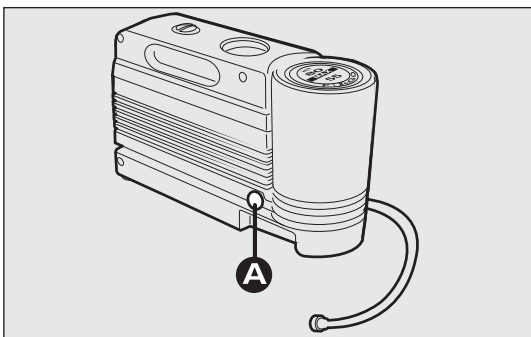

fig. 177
- pousser la touche A-fig. 177 pour faire sortir la recharge;